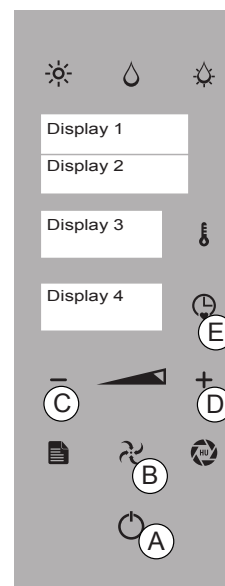

Fig. 7
1. Appuyer sur "ENVOI" et appuyer ensemble le bouton "ENVOI", "VENTILATEUR" et "MOINS" (Fig. 7/A+B+C).
- 2 Appuyer le bouton "PLUS" (Fig. 7/D) et le bouton "ENVOI" pour sélectionner la fonction "PARAMETRE" (Fig. 7/A - Display 1).
3. Appuyer plusieurs fois le bouton "PLUS" pour sélectionner la fonction "HOTTE D'ASPIRATION" (P11 - Fig. 7/D).
4. Appuyer le bouton "TEMPS" (Fig. 7/E) et avec le bouton "PLUS" sélectionner la valeur "1".
5. Pour mémoriser le paramètre appuyer sur le bouton "TEMPS" (Fig. 7/E).
Tenir appuyé pour deux fois le bouton "ENVOI" (Fig.7/A) pour sortir des fonction et aller en modalité "stand by".